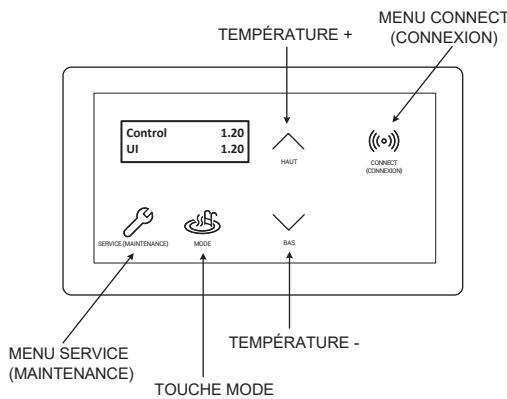

Figure 10. Afficheur de la thermopompe
L'afficheur se trouve sur le panneau avant de la thermopompe, protégé par une trappe. Il est possible de sélectionner tous les modes de fonctionnement et paramètres de la thermopompe à l'aide des cinq (5) touches situées sous l'afficheur. Ces touches sont présentées en Figure 10.